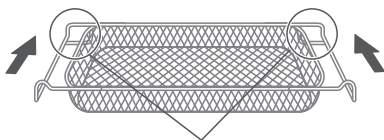

Fig. 3
2. Coloque o alimento no forno usando o acessório cesto air fry (Fig. 3) e sempre use a bandeja coletora no nível abaixo.